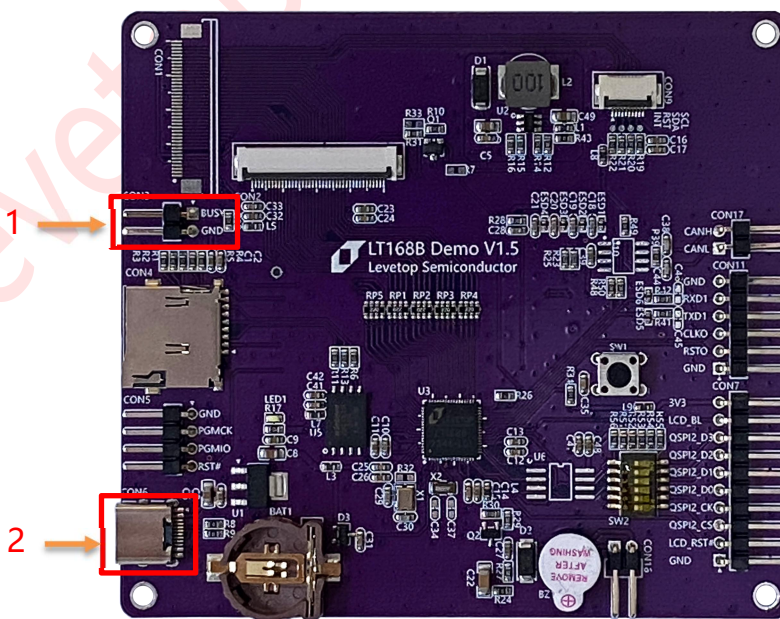

图 2-9：LT168B 接线示意图
1、接线说明，如前面图 2-9 所示，进行烧录前，先将标注 1 处的 busy 引脚和 GND 互相连接，然后通过标注 2 处 USB 口连接电脑供电和通信。